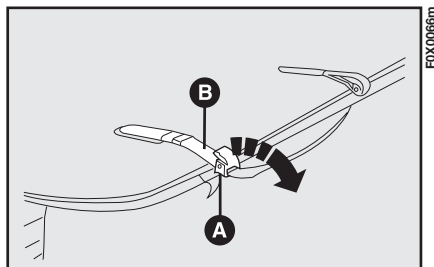

fig. 85
- aprire i dispositivi di chiusura A-fig. 85 quindi allentare i cinghietti B;